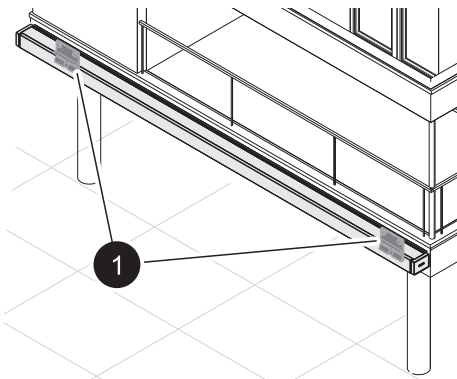

Fig. 28: Vérifier le raccord vissé
1. Vérifier les supports de fixation (Fig. 28/1). Les supports doivent reposer à plat et être fermement fixés au sol.